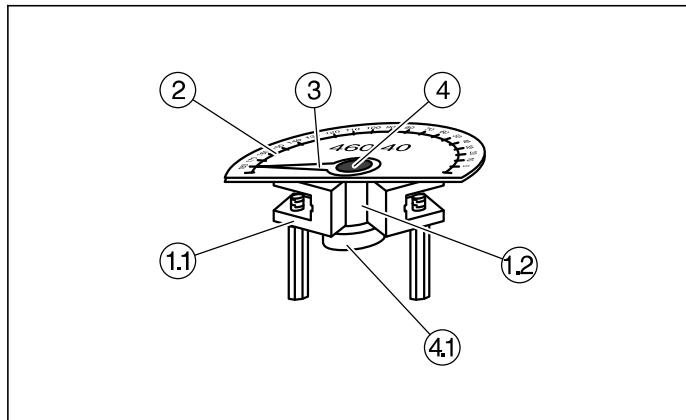

Fig. 2
1.2 Drehgelenk mit Winkelskala (460 40), s. Fig. 2
- ① Muffen, gegeneinander um ca. 190° drehbar; mit Knebel-schrauben zur Befestigung an 2 Kleinen Optischen Bänken;
1.2 Swivel joint with angle scale, see Fig. 2
- ① Clamps, can be rotated by about 190° with respect to one another, with star screws for attaching to two small optical benches